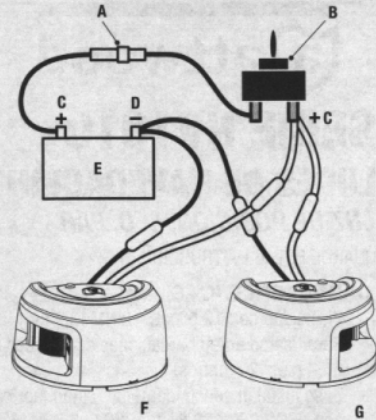

Figure 4
7. To attach cover, align the bottom edge of the cover to the back edge of the housing with the cover at a 45 degree angle (Figure 4).
7. Pour fixer le couvercle, alignez son rebord inférieur au rebord arrière du boîtier en gardant le couvercle à un angle de 45 degrés (Figure 4).